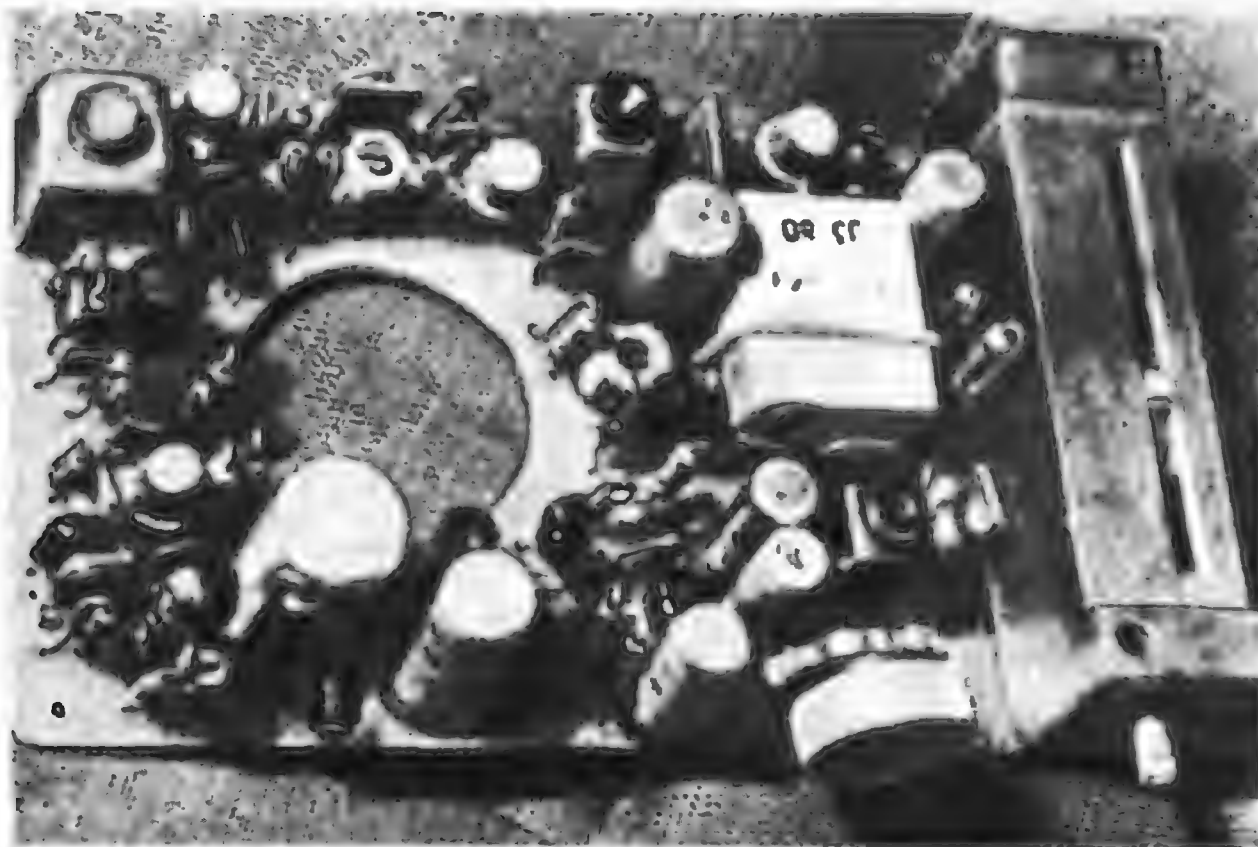

Рис. 3
**Конструкция и детали.** Приемник смонтирован на печатной плате из фольгированного стеклотекстолита толщиной 1,5 мм (рис. 2, а и б). Плата (рис. 3) вместе с элемента-